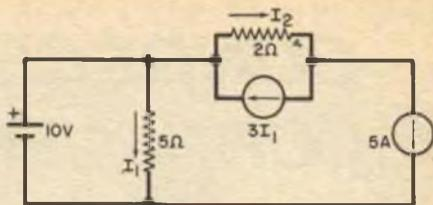
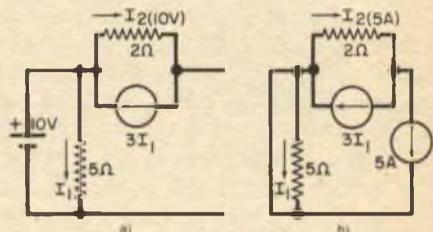

Fig. 30
Fig. 31
**Esempio 26** - Trovare  $I_2$  nella fig. 30. Si noti nel circuito la presenza della sorgente dipendente di corrente  $3I_1$ . Soluzione: ponendo a zero la sorgente di  $5\ \text{A}$ , si ottiene la fig. 31-a.  $I_1 = 10/5 = 2\ \text{A}$  e  $3I_1 = I_2 = 3 \times 2 = 6\ \text{A}$ . Ponendo a zero la
sorgente di  $10\ \text{V}$ , si ottiene la fig. 31-b. Poiché il resistore da  $5\ \Omega$  è cortocircuitato,  $I_1 = 0$  e  $I_2$ , dovuta alla sorgente da  $5\ \text{A}$ , è  $5\ \text{A}$ . Quindi,  $I_2 = 6 + 5 = 11\ \text{A}$ .